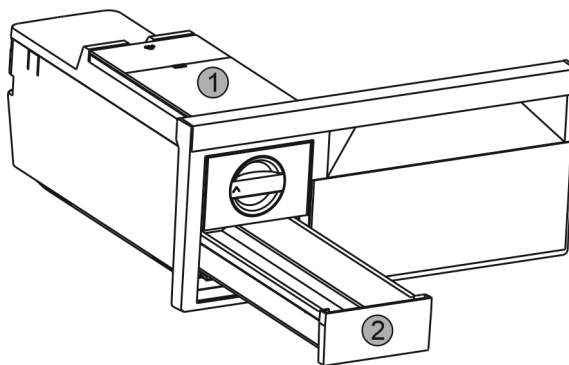

Fig. 79
- ▶ Wyjąć zbiornik wody Fig. 79 (1) i szufladę na kostki lodu Fig. 79 (2).